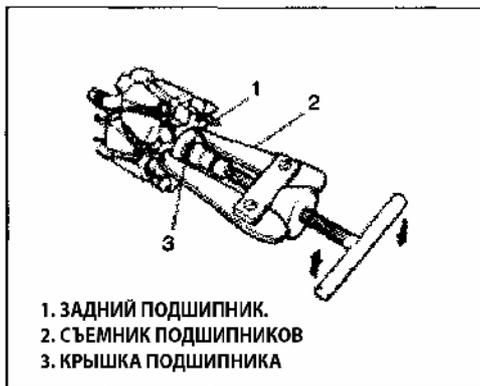

Рис. 245
11) При помощи съемника подшипников снимите задний подшипник и крышку подшипника, при необходимости (Рис. 245).